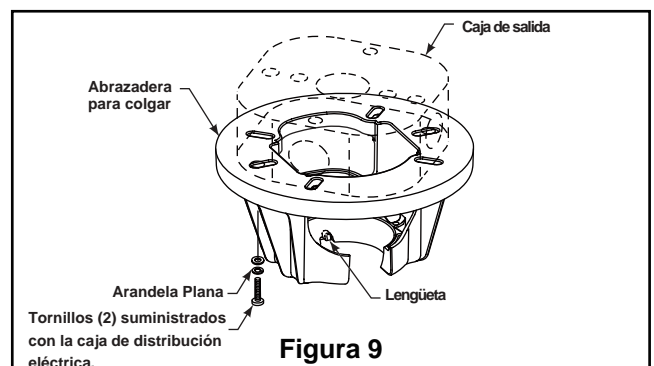

Figura 9
1. Fije bien la abrazadera para colgar a la caja de salida con los tornillos y las arandelas provistas con la caja de salida. (Figura. 9)